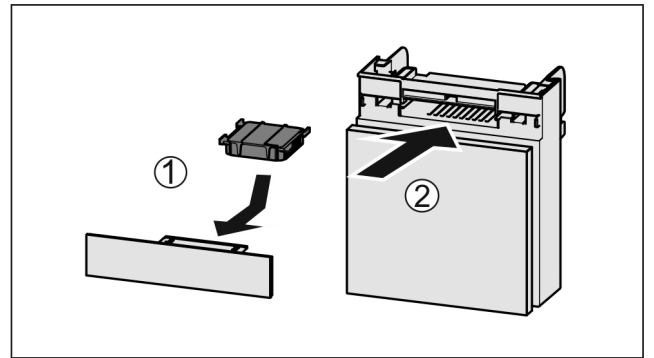

Fig. 53
- ▶ Поставете Fig. 53 (1) филтѐра с активен въглен, както е показано на фигурата.
- ▶ Вкарайте Fig. 53 (2) отделениято.